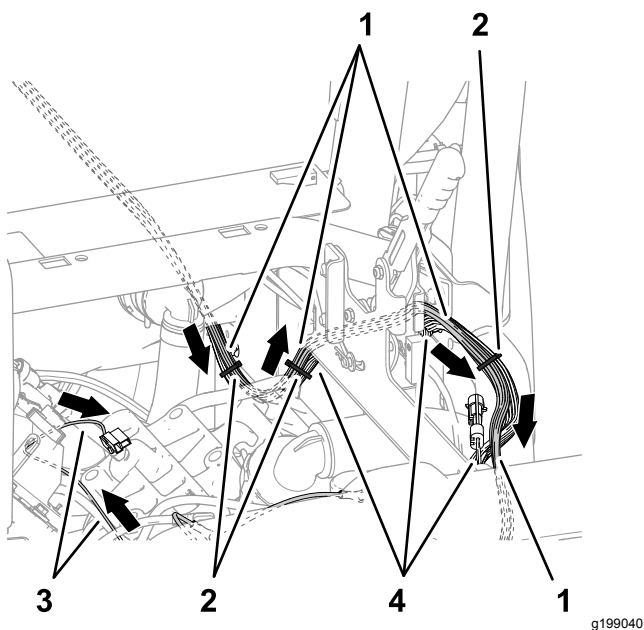
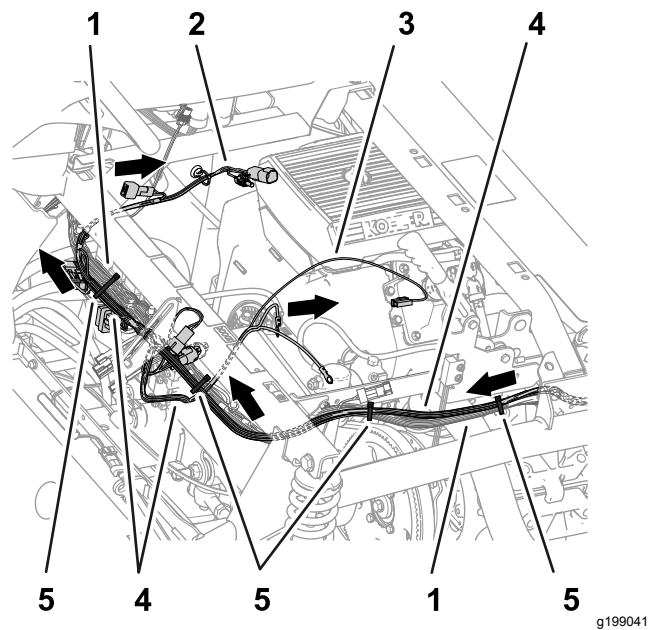

Figura 81
Figura 82
4. Enrute las ramas de 84 cm, 60 cm y 66 cm del arnés de cables del kit junto al arnés de cables de la máquina, por fuera del conjunto del freno de estacionamiento (Figura 81).
5. Enrute las ramas de 84 cm, 60 cm y 66 cm del arnés de cables del kit a través del tubo de sujeción del amortiguador, como se muestra en la Figura 82.
6. Sujete el arnés de cables del kit al arnés de cables de la máquina, según se muestra en Figura 80, Figura 81, y Figura 82.